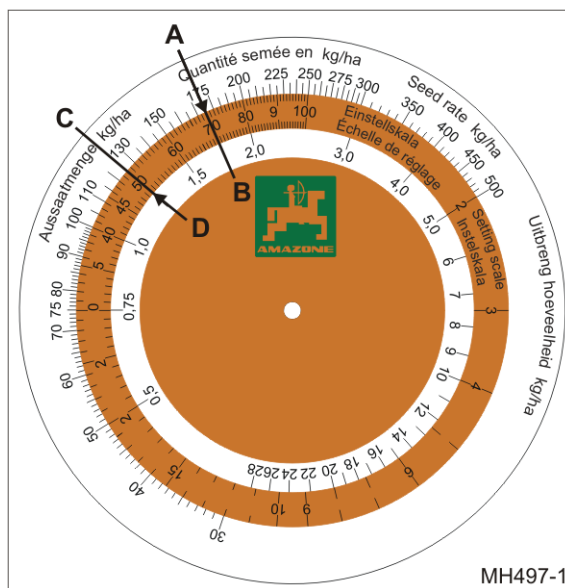

Рис. 88
- о вычисленная норма высева 175 кг/га (Рис. 88/А)
- о положение редуктора 70 (Рис. 88/В) на счётном диске друг над другом.
2. Найдите положение редуктора для требуемой нормы высева 125 кг/га (Рис. 88/С) на счётном диске.
- Положение редуктора 50 (Рис. 88/В)